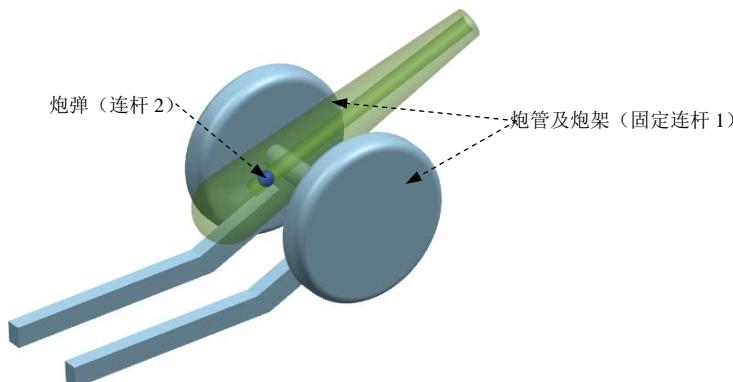

图 9.5.1 机构模型
本范例介绍的是大炮射击的模拟仿真。在该模型中，炮管与炮弹之间添加一个 3D 接触，使用函数工具给炮弹添加一个瞬时的矢量力，然后利用标记及追踪工具查看炮弹的飞行轨迹，并求出炮弹的速度曲线。读者可以打开视频文件 D:\ug85.16\work\ch09.05\cannon.avi 查看机构的运行状况，机构模型如图 9.5.1 所示。
Step5. 定义固定连杆 1。选择下拉菜单  →  命令，系统弹出“连杆”对话框；选取图 9.5.1 所示的炮管及炮架为固定连杆 1；在 **质量属性选项** 下拉列表中选择 **自动** 选项；在 **设置** 区域中选中  **固定连杆** 复选框；在 **名称** 文本框中采用默认的连杆名称“L001”；单击  按钮，完成固定连杆 1 的定义。
Step6. 定义连杆 2。选取图 9.5.1 所示的炮弹为连杆 2；在 **质量属性选项** 下拉列表中选择 **自动** 选项；在 **设置** 区域中取消选中  **固定连杆** 复选框；在 **名称** 文本框中采用默认的连杆名称“L002”；单击  按钮，完成连杆 2 的定义。
(1) 选择命令。选择下拉菜单  →  →  命令，系统弹出“矢量力”对话框。
(2) 定义创建类型。在 **类型** 下拉列表中选择 **幅值和方向** 选项。
(3) 定义操作对象。
① 定义连杆。单击“矢量力”对话框**操作**区域中的**\*选择连杆 (0)**按钮，选取图 9.5.1 所示的炮弹（连杆 2）为操作连杆。